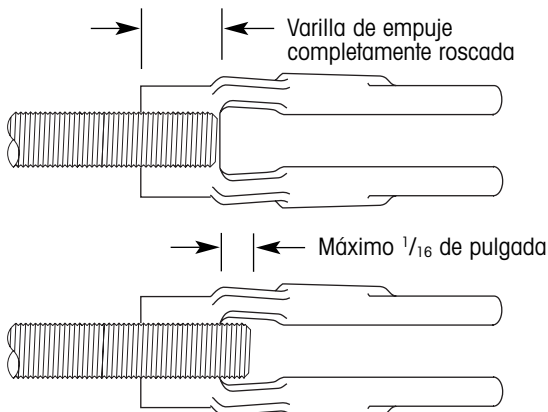

Figura 37. Enganche de la varilla de empuje y la cuerda de la orquilla para Crewson Brunner
10. **Solamente cámaras de freno de Aftermarket.** Examine la posición de la orquilla en la varilla de empuje. Si la varilla de empuje no está completamente roscada en el cuerpo de la orquilla (figura 37), instale una nueva varilla de empuje y córtela a la longitud. Si la cuerda de la varilla de empuje se extiende a través de la orquilla más de 1/16 de pulgada (figura 37), marque la varilla de empuje, remueva la orquilla y corte la varilla de empuje a la longitud correcta.